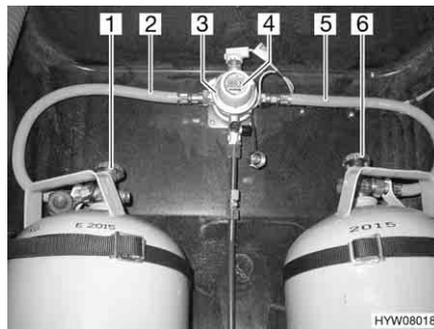
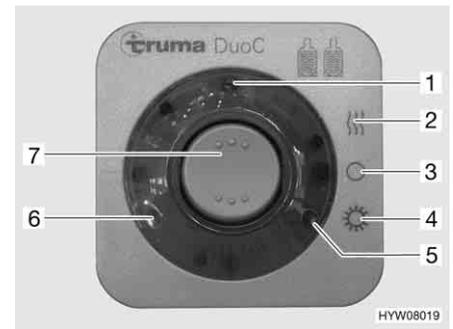

Bild 101 DuoControl-Umschaltanlage
Bild 102 Bedieneinheit
Die DuoControl-Umschaltanlage besteht aus einem Umschaltventil (Bild 101,3) und der Bedieneinheit (Bild 102). Das Umschaltventil ist zwischen den Gasschläuchen (Bild 101,2 und 5) montiert. Mit dem Drehknopf (Bild 101,4) am Umschaltventil kann bestimmt werden, welche der Gasflaschen als Betriebsflasche und welche Gasflasche als Reserveflasche verwendet wird.
An der Bedieneinheit (Bild 102) können nur die elektrischen Funktionen geschaltet werden. Die Haupt-Absperrentile der Gasflaschen (Bild 101,1 und 6) müssen von Hand geöffnet werden.
Das Umschaltventil gewährleistet einen konstanten Gasdruck, unabhängig davon, welche Gasflasche Gas liefert. Die zwei Kontroll-Leuchten an der Bedieneinheit zeigen den Füllstand der Betriebsflasche an. Wenn die grüne Kontroll-Leuchte (Bild 102,6) leuchtet, ist die Betriebsflasche voll. Wenn die rote Kontroll-Leuchte (Bild 102,5) leuchtet, ist die Betriebsflasche leer. Die Gasversorgung erfolgt dann über die Reserveflasche.
- Die Haupt-Absperrventile an den Gasflaschen (Bild 101,1 und 6) öffnen.
- Mit dem Drehknopf (Bild 101,4) am Umschaltventil (Bild 101,3) die Gasflasche wählen, der vorrangig das Gas entnommen werden soll (Betriebsflasche).
- An der Bedieneinheit (Bild 102) die DuoControl-Umschaltanlage einschalten.
Dazu den Wippschalter (Bild 102,7) auf Winterbetrieb "Ein und Heizen" (Bild 102,2) oder auf Sommerbetrieb "Ein" (Bild 102,4) stellen. Das Umschaltventil ist jetzt entlüftet. Die gelbe Kontroll-Leuchte (Bild 102,1) leuchtet, wenn Winterbetrieb gewählt wird und die Regler-Enteisungsanlage eingeschaltet ist.
- Den Wippschalter (Bild 102,7) auf "0" (Bild 102,3) stellen. Die gelbe Kontroll-Leuchte (Bild 102,1) erlischt.
- Die Haupt-Absperrventile an den Gasflaschen (Bild 101,1 und 6) schließen.
Fernanzeige Die Kontroll-Leuchten an der Bedieneinheit (Bild 102,5 und 6) signalisieren im Fahrzeuginneren, ob die Betriebsflasche betriebsbereit ist.
Gasflaschenwechsel Wenn die grüne Kontroll-Leuchte (Bild 102,6) während des Betriebs erlischt und die rote Kontroll-Leuchte (Bild 102,5) aufleuchtet, ist die als Betriebsflasche gewählte Gasflasche leer und muss gewechselt werden. Die Reserveflasche versorgt die Gasverbraucher weiterhin mit Gas.